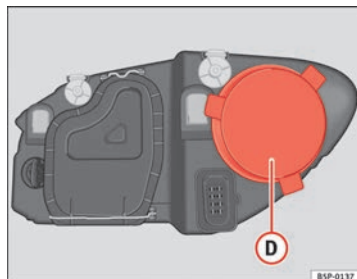

Fig. 191 Feux de position
- Retirez le cache ⇒ fig. 191 **D** en tirant dessus.